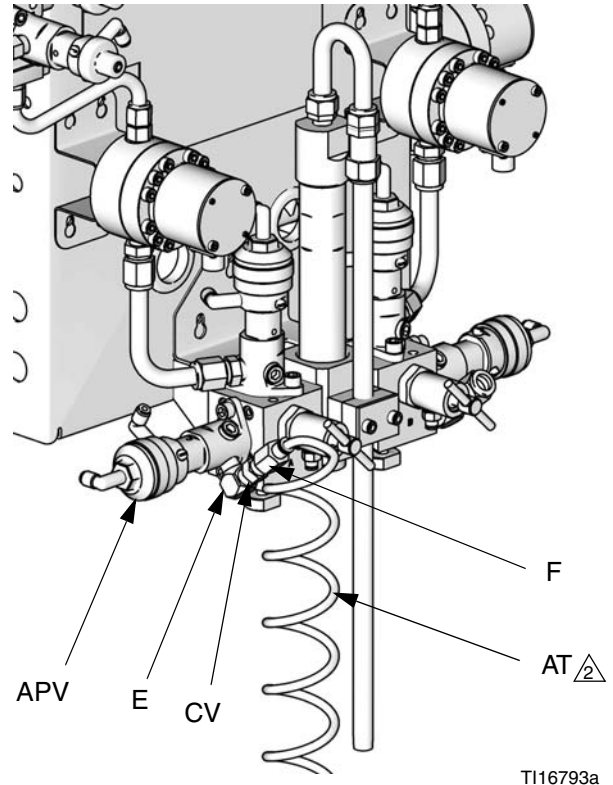

FIG. 5: Tubo de suministro de aire de purga y válvula de retención
5. Consulte FIG. 5. Instale el codo (E), la válvula de retención (CV) y el accesorio del tubo (F) provistos en la entrada de la válvula de purga de aire (APV). Use la tubería de aire de purga de 7,6 m (25 pies), 6 mm (1/4 pulg.) de D.E. (AT, provista) para conectar un suministro de aire limpio y seco en el accesorio (F), en la entrada de la válvula de purga de aire. Instale filtros/secadores según sea necesario.